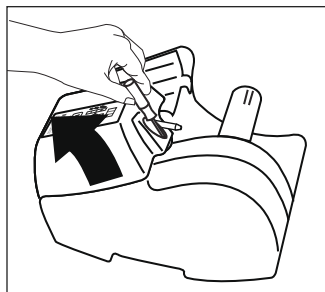

Figure 15
2. Ouvrez le couvercle de courroie à l'aide d'un tournevis pour écrous à fente ou cruciforme. (Voir Figure 15)